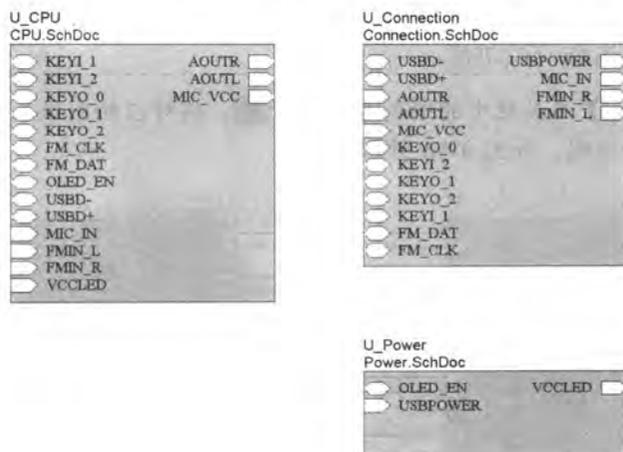

图 4-52 建立 3 个图纸符号
- [5] 在顶层原理图“MP3.SchDoc”中，按照同样的操作方法，建立与另外两个子原理图文件“Power.SchDoc”、“Connection.SchDoc”相对应的图纸符号，如图4-52所示。